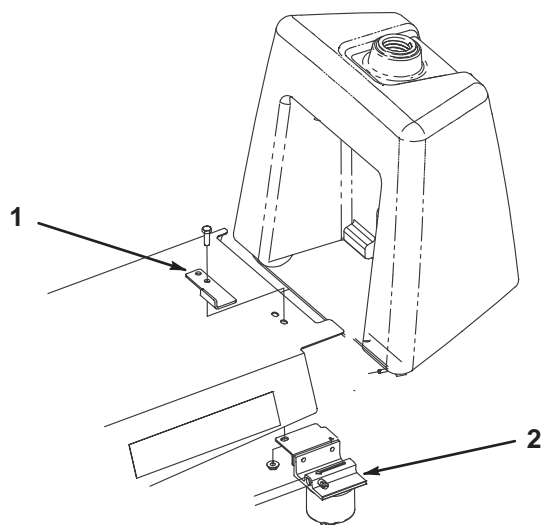

図 3
6. スタンダード・シートの場合は、以下の要領でシート・ストップを取り付ける（図3）。
- C. 外したキャップスクリューとナット、および付属部品（5/16 × 1キャップスクリューとナットを使って、シート・ストップと水セパレータとをスカートの裏側に固定し、ストップの位置を図3のように調整する。